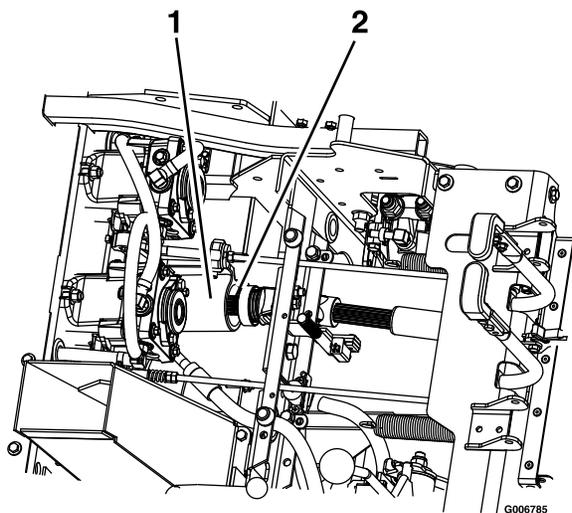

Рисунок 81
9. Разблокируйте сиденье и отсоедините ведущий вал, используя быстроразъемный соединитель на передаточном валу (Рисунок 81). См. раздел Разблокирование сиденья (страница 21)
5. Установите ведущий вал на передаточный вал (Рисунок 81).